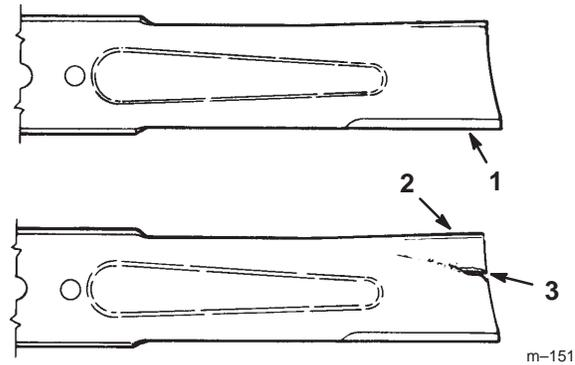

Figure 29
1. Inspectez les tranchants des lames (Fig. 29). Si elles ne sont pas tranchantes ou si elles présentent des indentations, déposez et aiguiser les lames (voir Aiguisage des lames, page 31).
2. Inspectez les lames, surtout la partie incurvée (Fig. 29). Remplacez immédiatement toute lame endommagée, usée ou qui présente une entaille (repère 3 de la Fig. 29).